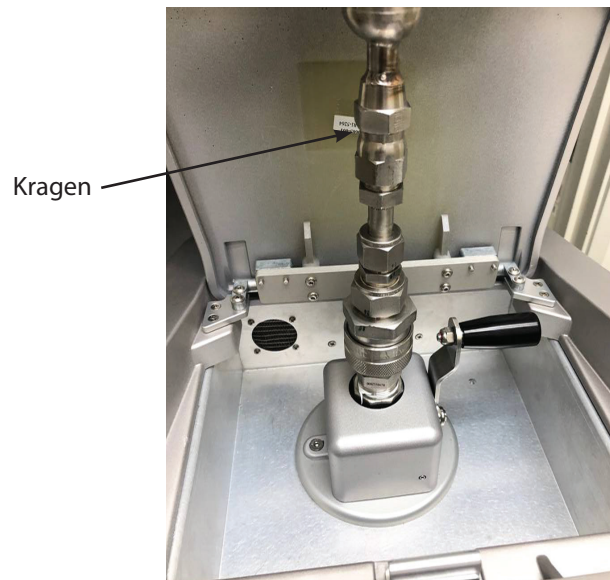

Abbildung 23 – Einführen des Füllrohrs in den Einfüllstutzen
9. Den Flüssig-N2-Schlauch vom Tank anschließen; dazu das Füllrohr in den Einfüllstutzen einführen (*Abbildung 23*).